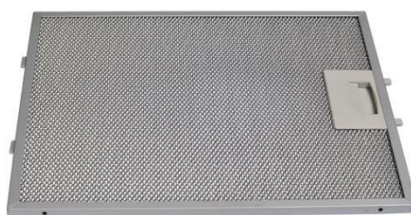

Рис. 2
2. Снимите алюминиевый жироулавливающий фильтр (рис. 2).
7. Установите жирособиравший фильтр (рис. 2).